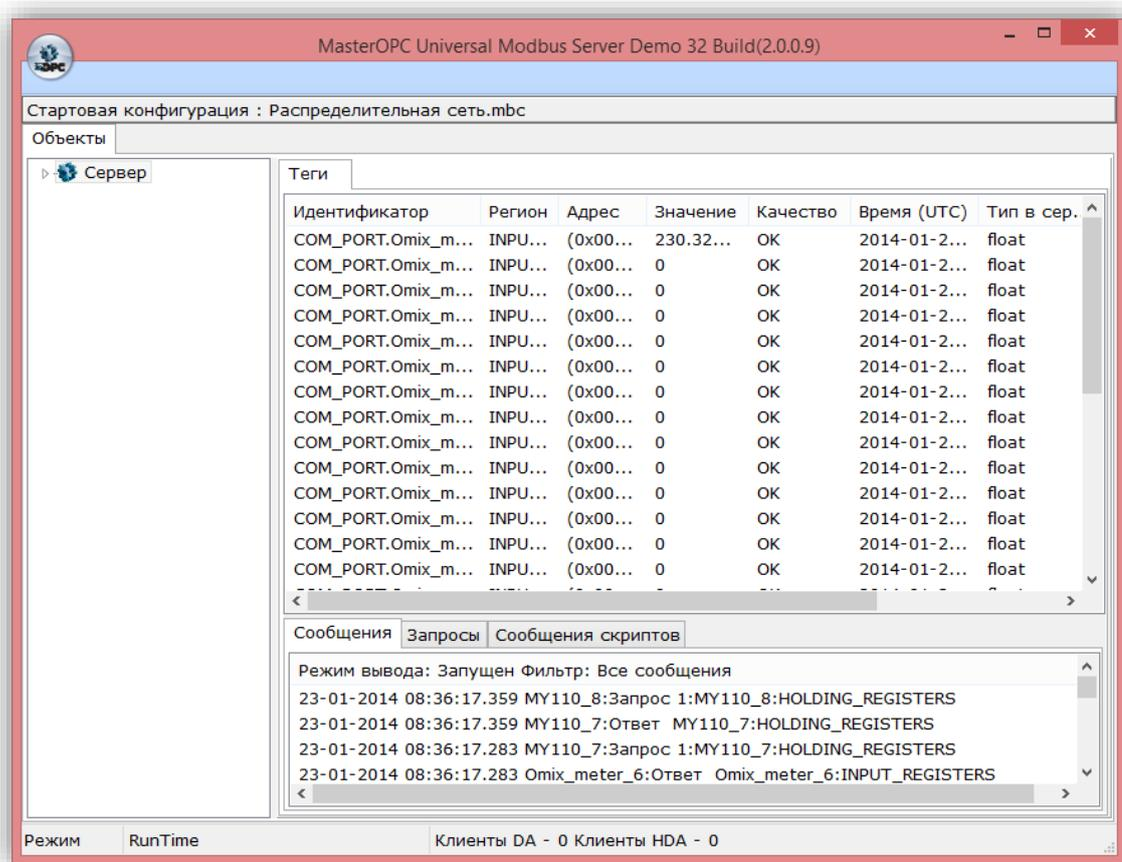

Рис. 4
9. На экране должны отобразиться считываемые теги и их текущие значения (Рис. 4).